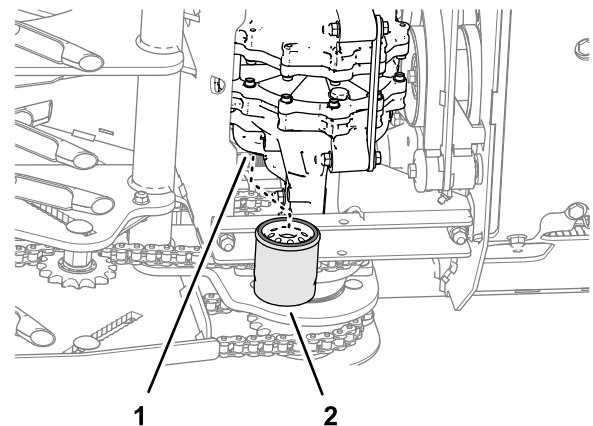

Figure 54
4. Localisez les deux filtres sous les transmissions (Figure 54).
6. Déposez les filtres et vidangez le liquide du système d'entraînement (Figure 54).
2. Vissez le filtre dans le sens horaire jusqu'à ce que le joint en caoutchouc rejoigne l'adaptateur, puis vissez-le encore de de 2/3 à 3/4 de tour (Figure 54).